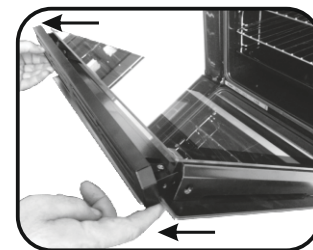

Figura 4
- Retirar la cubierta metálica superior tirando de ella hacia arriba. (Figura 4)